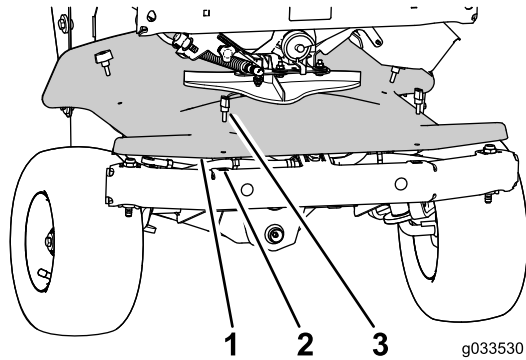

Figura 32
3. Retire los cuatro tornillos de orejeta que sujetan la tapa delantera (debajo del impulsor) al chasis y retire la tapa (Figura 32).